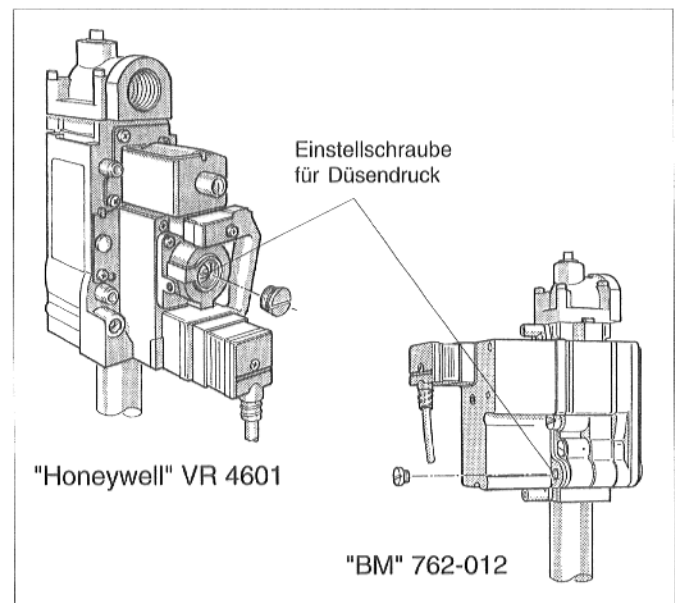

Abb. 6: Gasbrennerarmaturen
- Schutzschraube über der Einstellschraube für Düsendruck entfernen (Abb. 6).